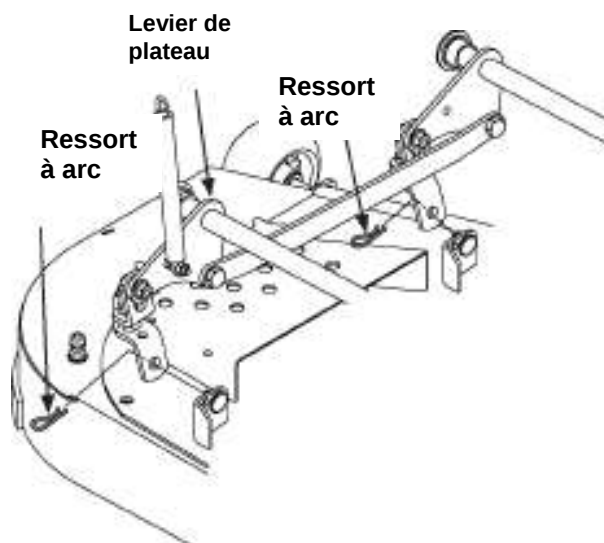

Figure 7-3
4. Retirez les quatre ressorts à arc de droite du côté gauche du support de levage de plateau. Consultez la Figure 7-3.